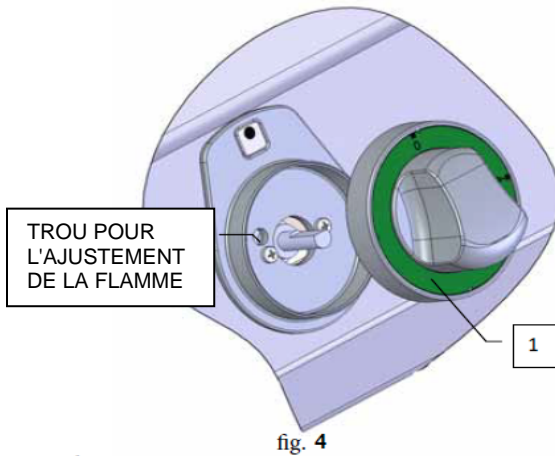

fig. 4
- Retirer le bouton de commande (note 1, fig. 4) en le tirant vers soi.